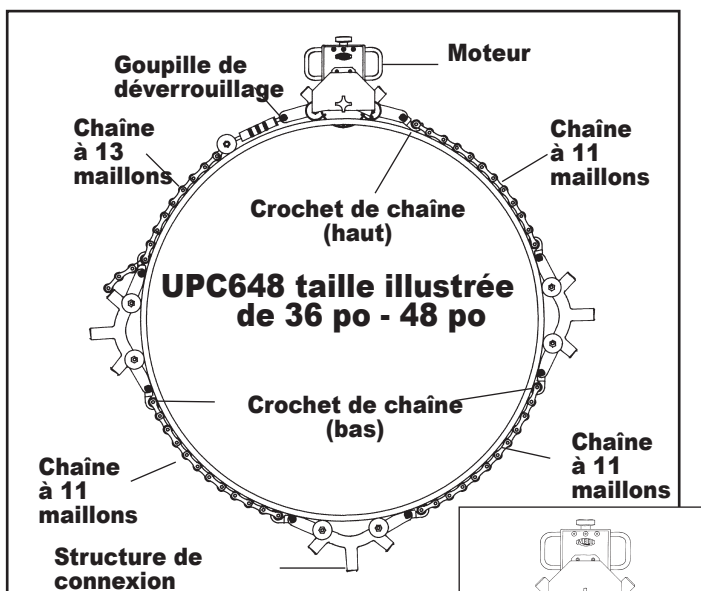

FIG. 5
3. Raccordez l'ensemble de chaîne de 13 maillons, et de tendeur au moteur avec une goupille de déverrouillage. Étendre le tendeur dans la position la plus externe. (Fig. 5)
6. En cas de découpe d'un tuyau qui requiert des structures de fixation et des chaînes à 11 maillons (UPC636 et UPC648), montez au préalable les crochets de chaîne sur les structures de fixation en aluminium, crochets orientés vers le bas. Revenez à l'étape 5 en veillant à placer les structures de connexion à une **distance égale** du groupe moteur. (Fig. 5)